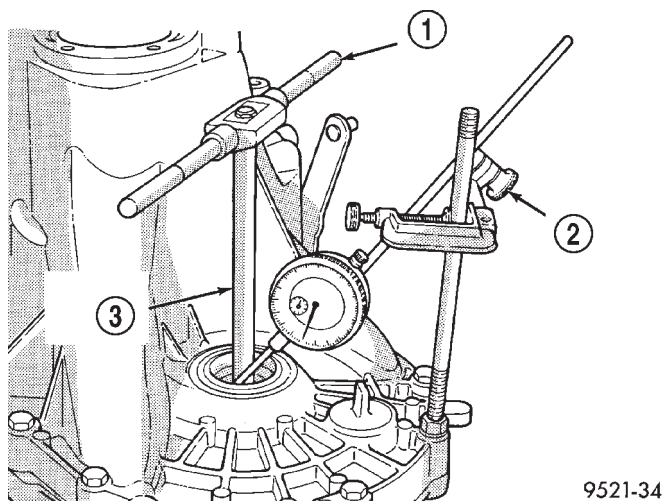
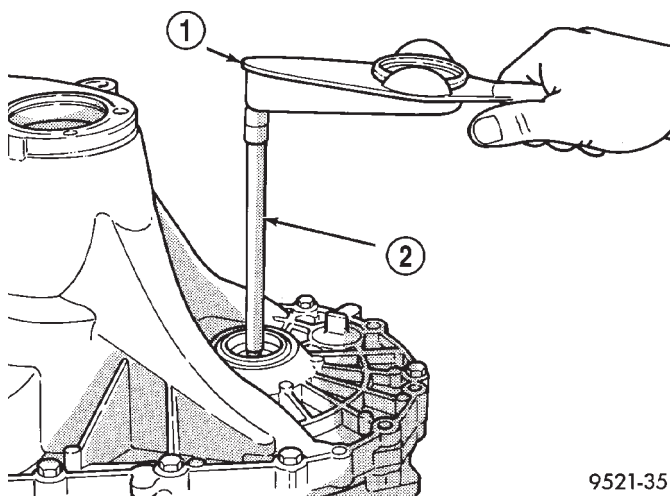

Fig. 32 Verificación del juego longitudinal de cojinetes del diferencial para determinar el espesor de los espaciadores
Fig. 33 Verificación del esfuerzo de rotación del cojinete del diferencial
NOTA: El indicador está dispuesto como se muestra sólo con fines ilustrativos (Fig. 32). Deberá estar paralelo al mango T para obtener una lectura con toda exactitud.
(6) Aplique una carga mediana al diferencial mediante la herramienta C-4995 y un mango T, en sentido descendente. Haga rodar el conjunto del diferencial hacia adelante y atrás varias veces. De esta forma se asentarán los cojinetes. Ponga en cero el indicador de cuadrante. Para obtener lecturas de juego longitudinal, aplique una carga mediana en sentido ascendente mientras hace rodar el conjunto del diferencial hacia adelante y atrás (Fig. 32). Registre el juego longitudinal.
(7) El espaciador requerido para el ajuste previo del cojinete es **el total del juego longitudinal más un ajuste previo (constante) de 0,18 mm (0,007 pulg.)**. Nunca combine espaciadores para obtener el ajuste previo necesario.
(8) Retire los pernos de la caja. Desmonte la cubeta de cojinete del diferencial de la cubierta del convertor del embrague. Instale los espaciadores seleccionados en el paso 7. Aloje luego la cubeta de cojinete en la cubierta del convertor del embrague.
(9) Instale la cubierta del convertor del embrague. Instale los pernos de la caja y apriételos con una torsión de 26 N·m (19 lbs. pie).
(10) Mediante la herramienta especial C-4995 y una llave de tensión de N·m (lbs. pulg.), verifique el esfuerzo de rotación del conjunto del diferencial (Fig. 33). **El esfuerzo de rotación debe ser de 0,7 a 1,4 N·m (6 a 12 lbs. pulg.)**. Si el esfuerzo de rotación es demasiado alto, instale un espaciador 0,05 mm (0,002 pulg.) más delgado. Si el esfuerzo de rotación es demasiado bajo, instale un espaciador 0,05 mm (0,002 pulgadas) más grueso.